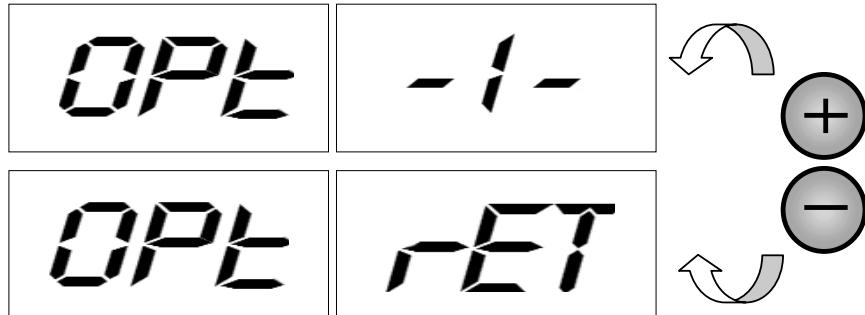

図 F5.1 機能の最適化プログラムに入る
- 1) [F+P4] ボタンを押すと、図 F5.1 に示すオプションが表示されます。[P4] または [P5] ボタンを押して Opt-1 オプションを選択し続行するか、プログラムを実行するには Opt-ET オプションを選択します。